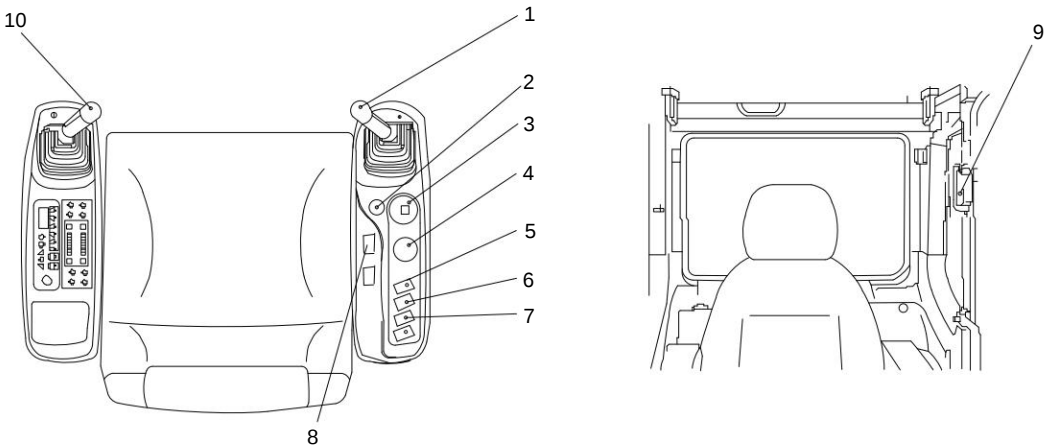

Figura 3-59
O botão de controle (4) na Figura 3-59 é usado para controlar a velocidade e a potência do motor, conforme mostrado na Figura 3-62. a)